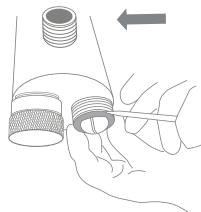

Рис. 14
10. Установите второе уплотнительное кольцо на закрытый конец кварцевой трубы и плотно прижмите к камере реактора (рис. 14).